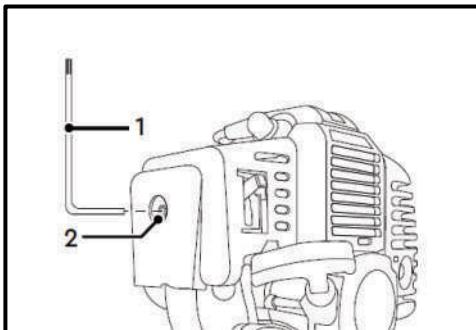

Рис. 54
- Відгиніть ключем (1) (4 мм) гвинт (2) фіксації кришки повітряного фільтра (Рис. 54);
- Загвинтіть ключем (1) (4 мм) гвинт (2) фіксації кришки повітряного фільтра (Рис. 54).